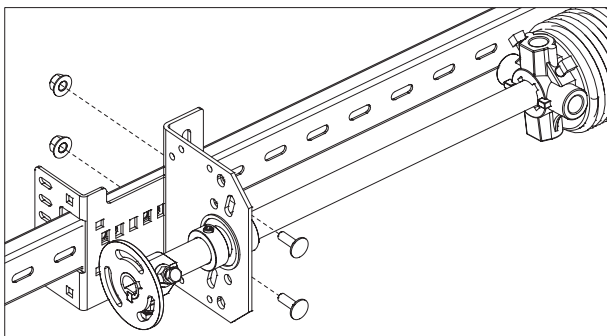

Рис.26.2
- закрепить промежуточный кронштейн к промежуточному суппорту, установленному на задней перемычке, двумя болтами М8х25 (рис.26.2);